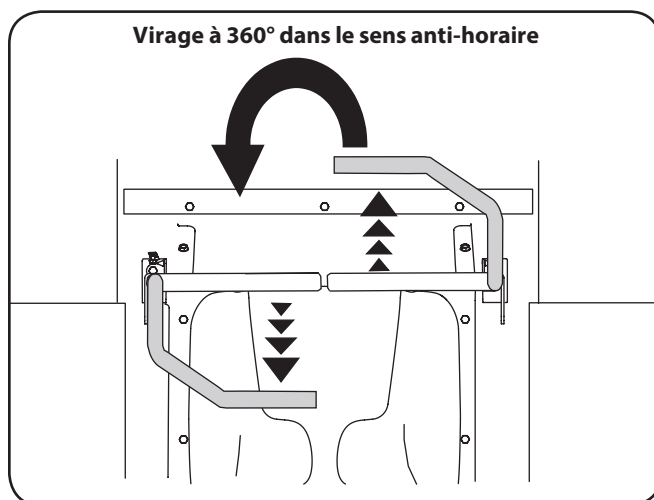

Figure 5-9
3. Pour tourner dans le sens anti-horaire, poussez la barre de conduite droite vers l'avant et tirez la barre gauche vers l'arrière. Voir Figure 5-9.